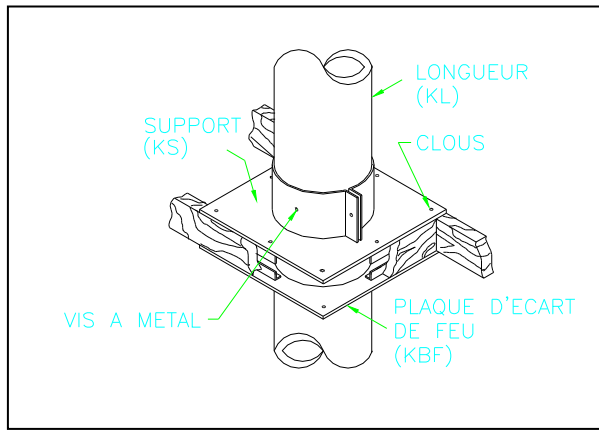

Figure 3
4. Fixer le coupe-feu (KBF) par-dessous (côté plafond). (Fig.3)
5. Descendre la première section d'évent jusqu'à la position requise pour desservir l'appareil. Serrer le collet du support autour de la section, puis visser les vis fournies à cet effet au travers du collet dans la section d'évent. Assurez-vous que les vis n'ont pas percé le conduit intérieur de l'évent (Fig.3).